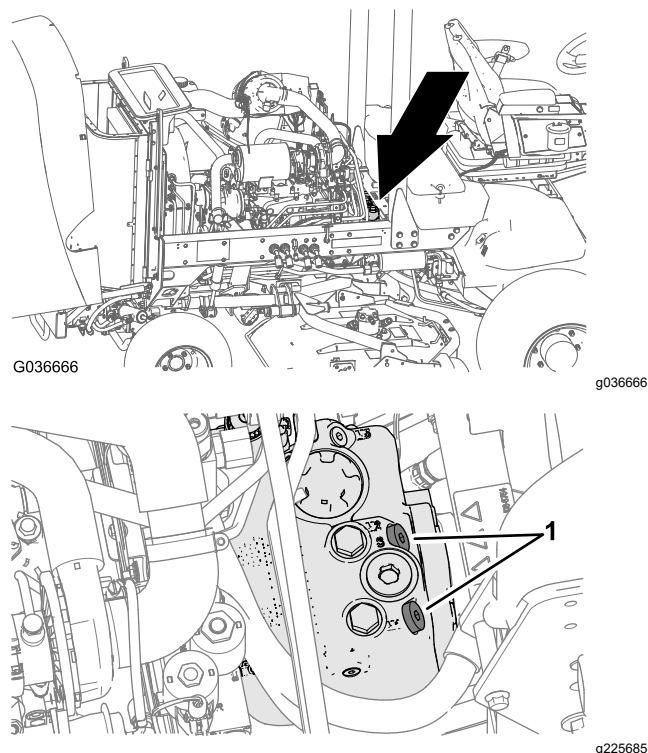

Figura 37
1. Levante el cofre y localice las válvulas de alivio (Figura 37) en la parte superior de la bomba, detrás de la batería/cajas de almacenamiento.